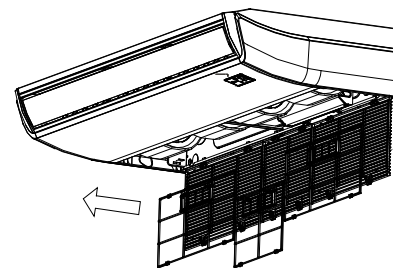

Fig.6-3
- Directamente extrair o filtro de ar, como mostrado na Fig. 6-3.
- Re-instalar o filtro de ar na posição inversa (ver Fig. 6-3).